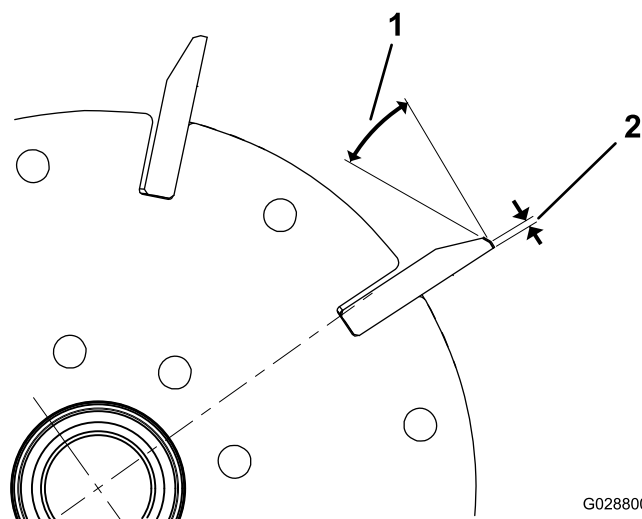
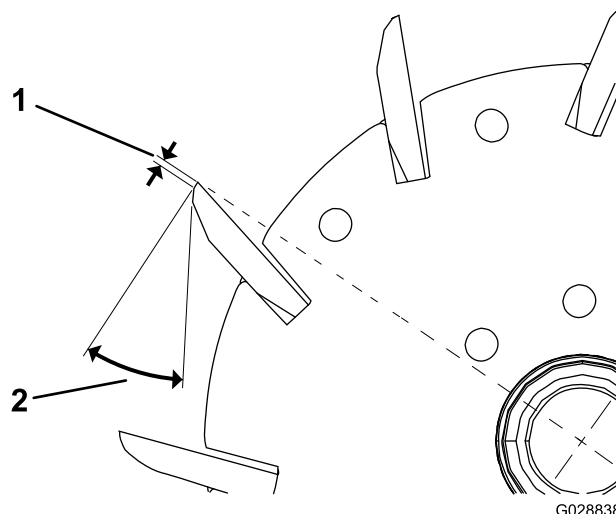

図 22
図 23
1. 全部のリール刃に30°の角度で2番削りを行って、ランド部の幅を1.3mmにしてください 図 22 と 図 23。